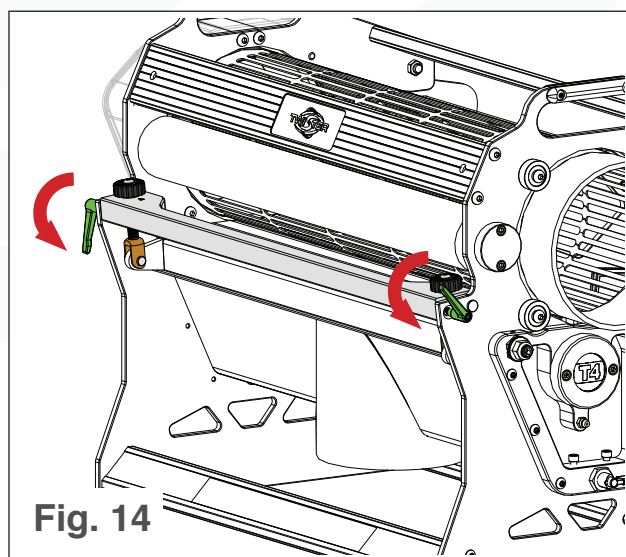

Fig. 14
1. Extraiga y gire las perillas de bloqueo de la barra de ajuste para que queden hacia abajo* (ver Fig. 14). Esto es para evitar que se rompan cuando la T4 está girada.